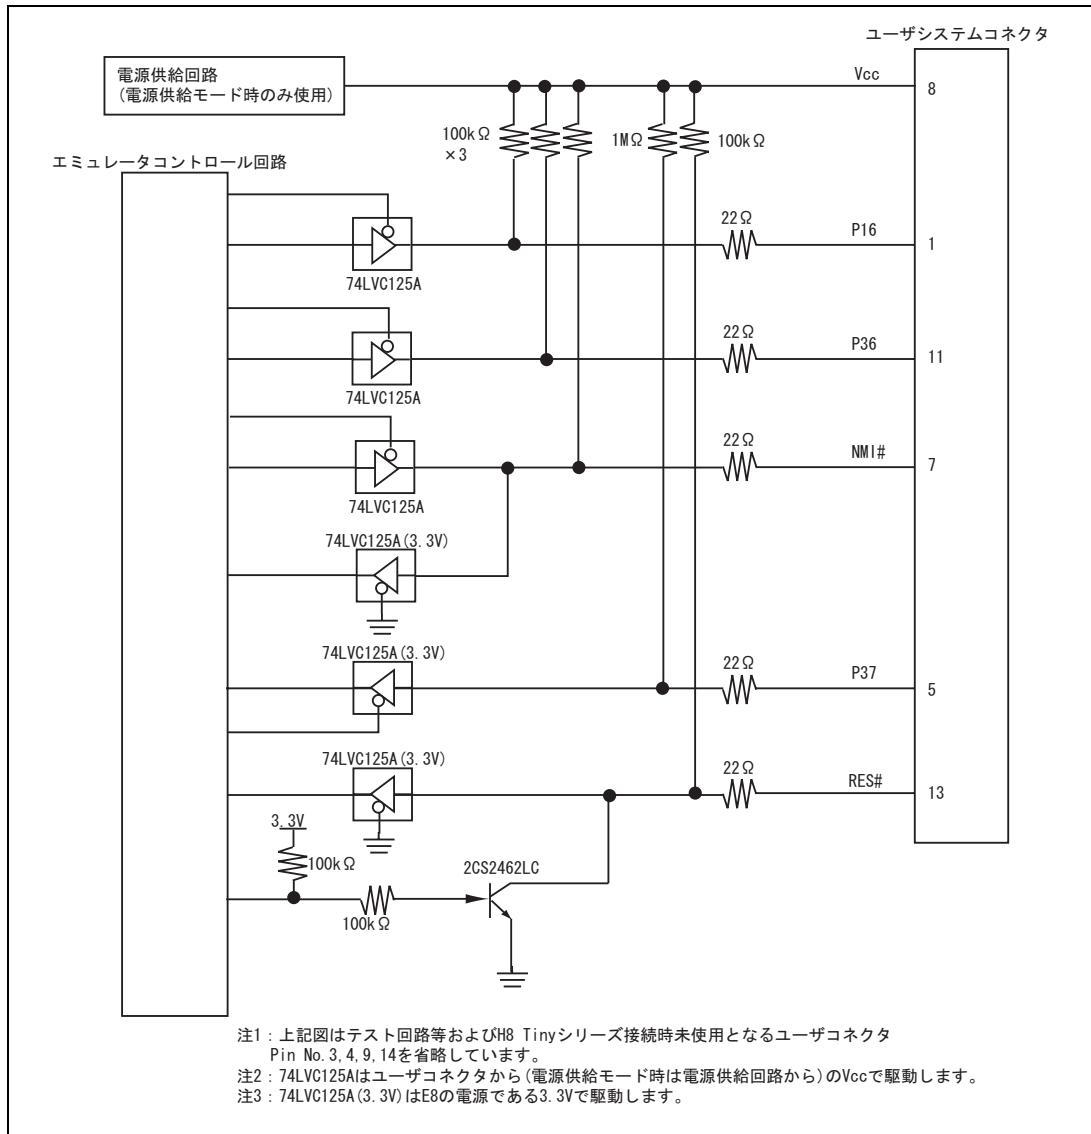
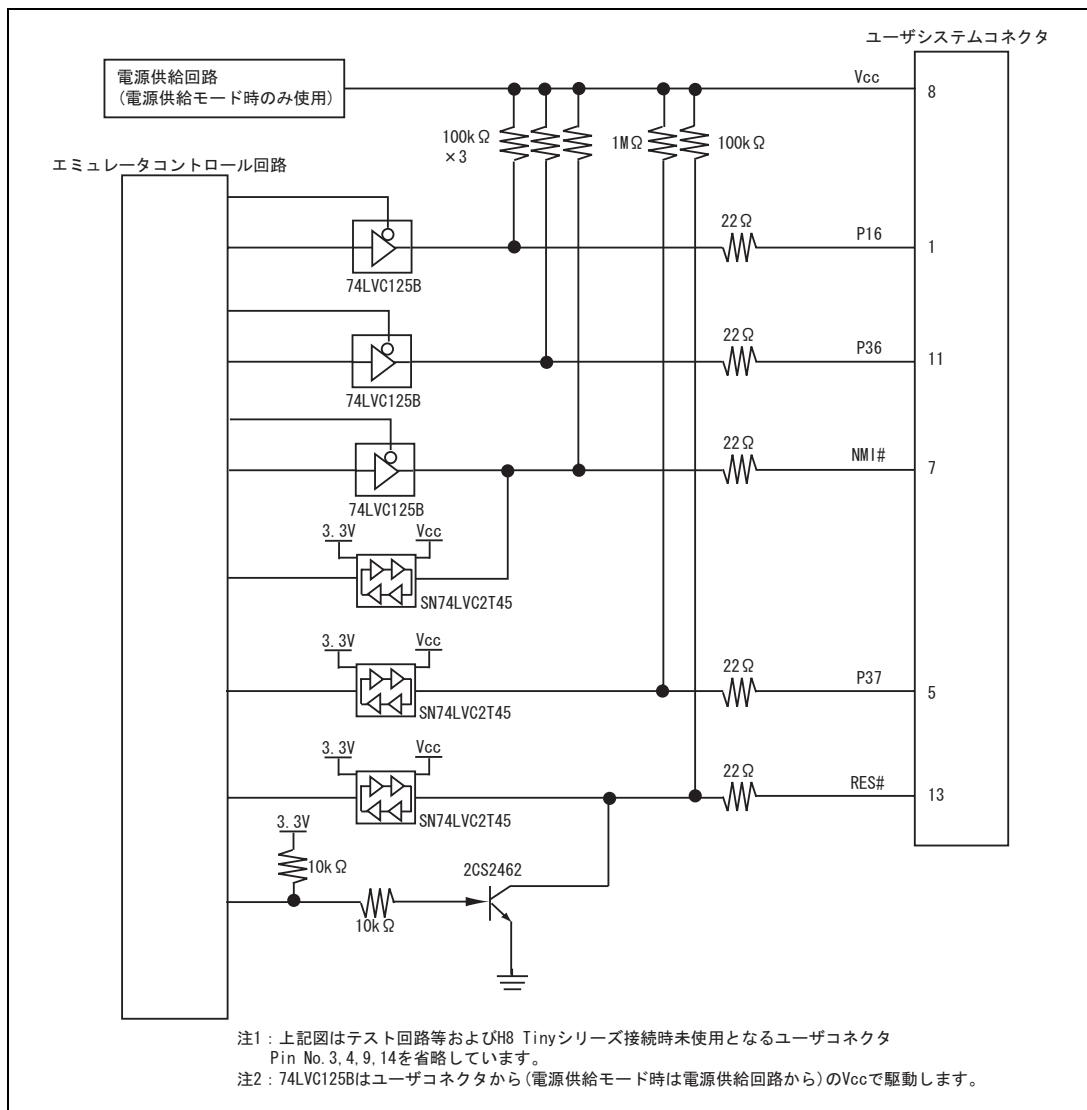

図 4.6 E8 エミュレータ内インターフェース回路 (参考)
図 4.7 E8a エミュレータ内インタフェース回路 (参考)
7. 図4.6にE8エミュレータ内インターフェース回路を示します。図4.7にE8aエミュレータ内インターフェース回路を示します。プルアップ抵抗の値などを決定するときに参考にしてください。